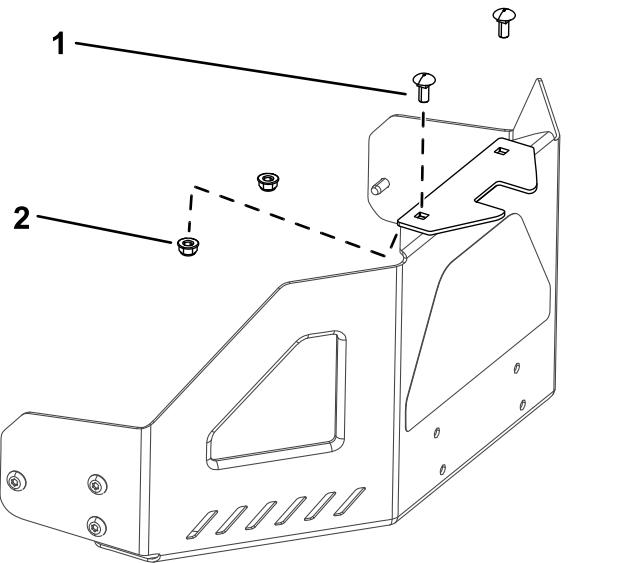

図9
- エンジンガードにスタビライザブラケットを取り付けるキャリッジボルト5/16 x 3/4"2本とロックナット5/16"2個を使用する図9。